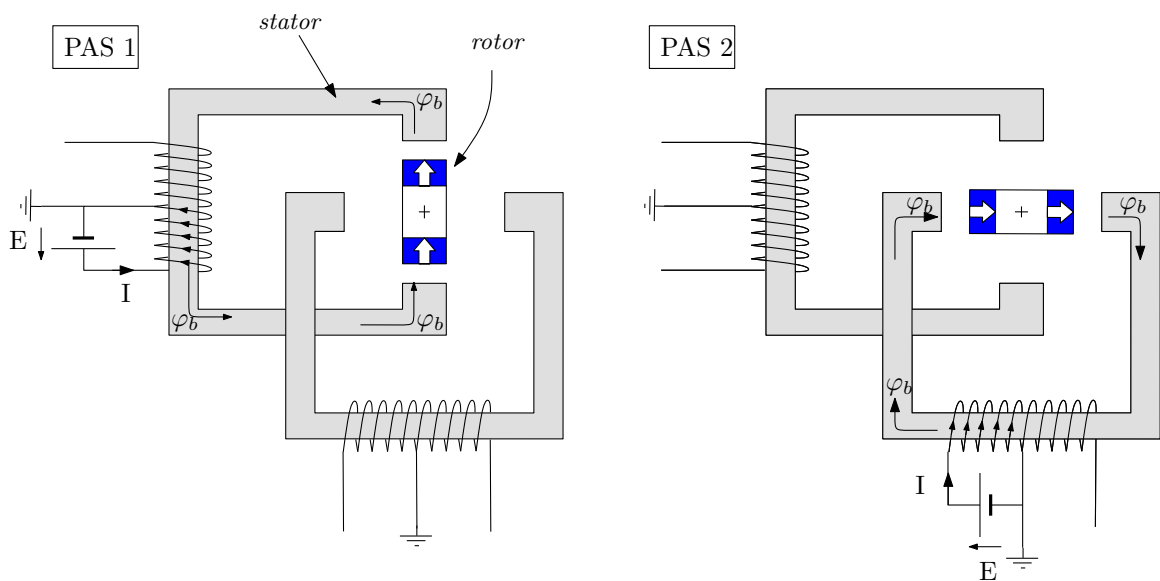
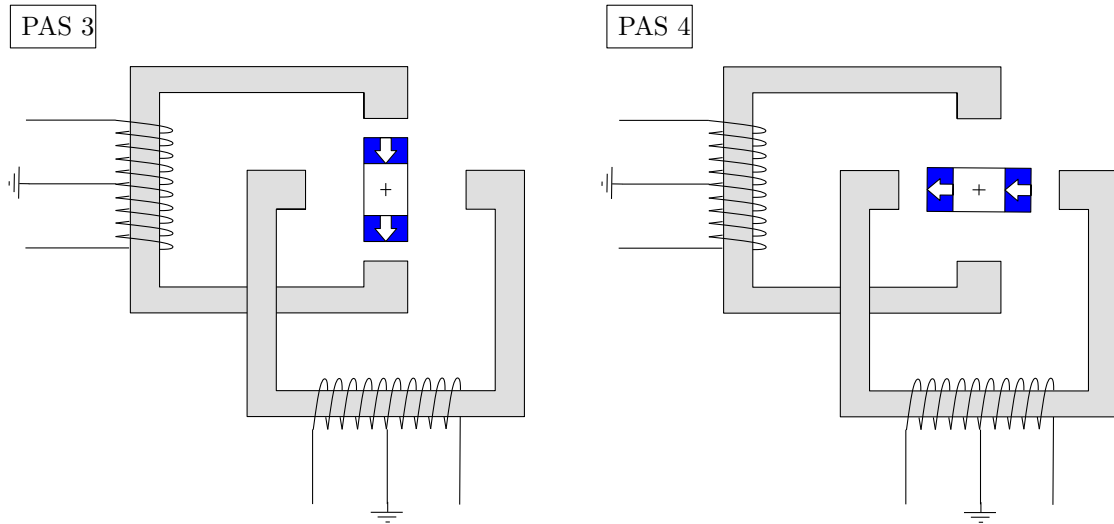

FIG. 4 – Un moteur pas à pas archaïque, pas 1 et 2
FIG. 5 – Un moteur pas à pas archaïque, pas 3 et 4
**QUESTION 2 :** Etudier sur la figure 4 précédente l'alimentation des bobinages pour les pas 1 et 2. Compléter ensuite la figure 5 suivante en alimentant le bon bobinage correspondant à la position du rotor pour les pas 3 et 4. N'oubliez pas de flécher le courant dans le bobinage ainsi que le flux généré par le bobinage.
On constate que le passage de 4 à 8 pas complique la structure du moteur ... imaginons pour 48 pas! (cas du moteur que l'on va utiliser). Néanmoins, du point de vue du séquençage, on pourra se représenter un "moteur archaïque 4 pas" (Fig.4 et 5). La différence consiste au fait qu'il faut répéter 12 fois la séquence élémentaire pour que le rotor tourne de  $2\pi$ .